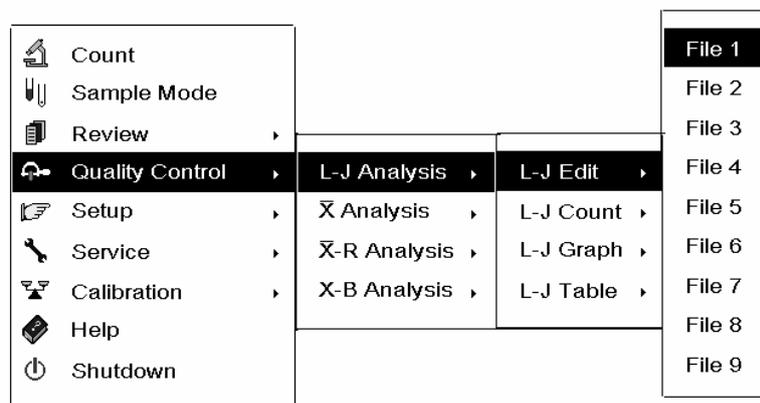
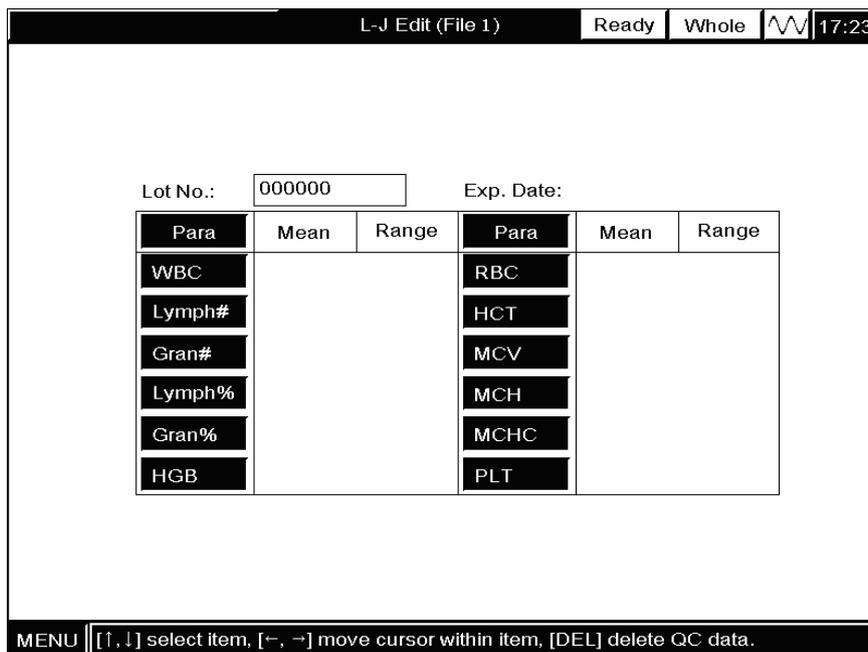

Abbildung 8-1 System-Menü
Abbildung 8-2 "L-J bearbeiten"-Anzeige
**WÄHLEN** Sie “Qualitätskontrolle → L-J-Analyse → L-J bearbeiten → Datei 1” AUS (Abbildung 8-1), um die “L-J bearbeiten”-Anzeige aufzurufen (Abbildung 8-2).